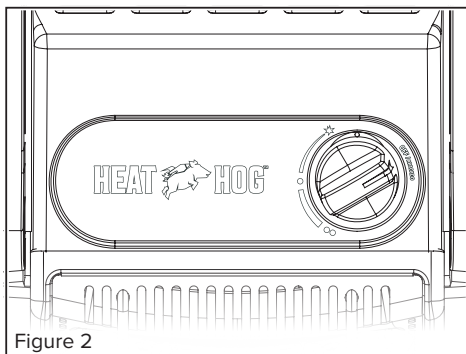

Figure 2
- Avant de connecter du propane, assurez-vous que le bouton de commande de la chaufferette est à la position « OFF » (arrêt); voir la figure 2.
- Pour **HH-09SNL-A et -MA** Tournez le bouton de commande dans le sens antihoraire à la position « PILOT » (veilleuse) et enfoncez le bouton pour l'allumage; voir la figure 2.
- Une fois la veilleuse allumée, maintenez le bouton de commande enfoncé pendant 30 à 60 secondes jusqu'à ce que les plaques chauffantes soient allumées et que le thermocouple soit chaud. Relâchez le bouton. Le bouton doit revenir à la position complètement relâchée; voir la figure 2.